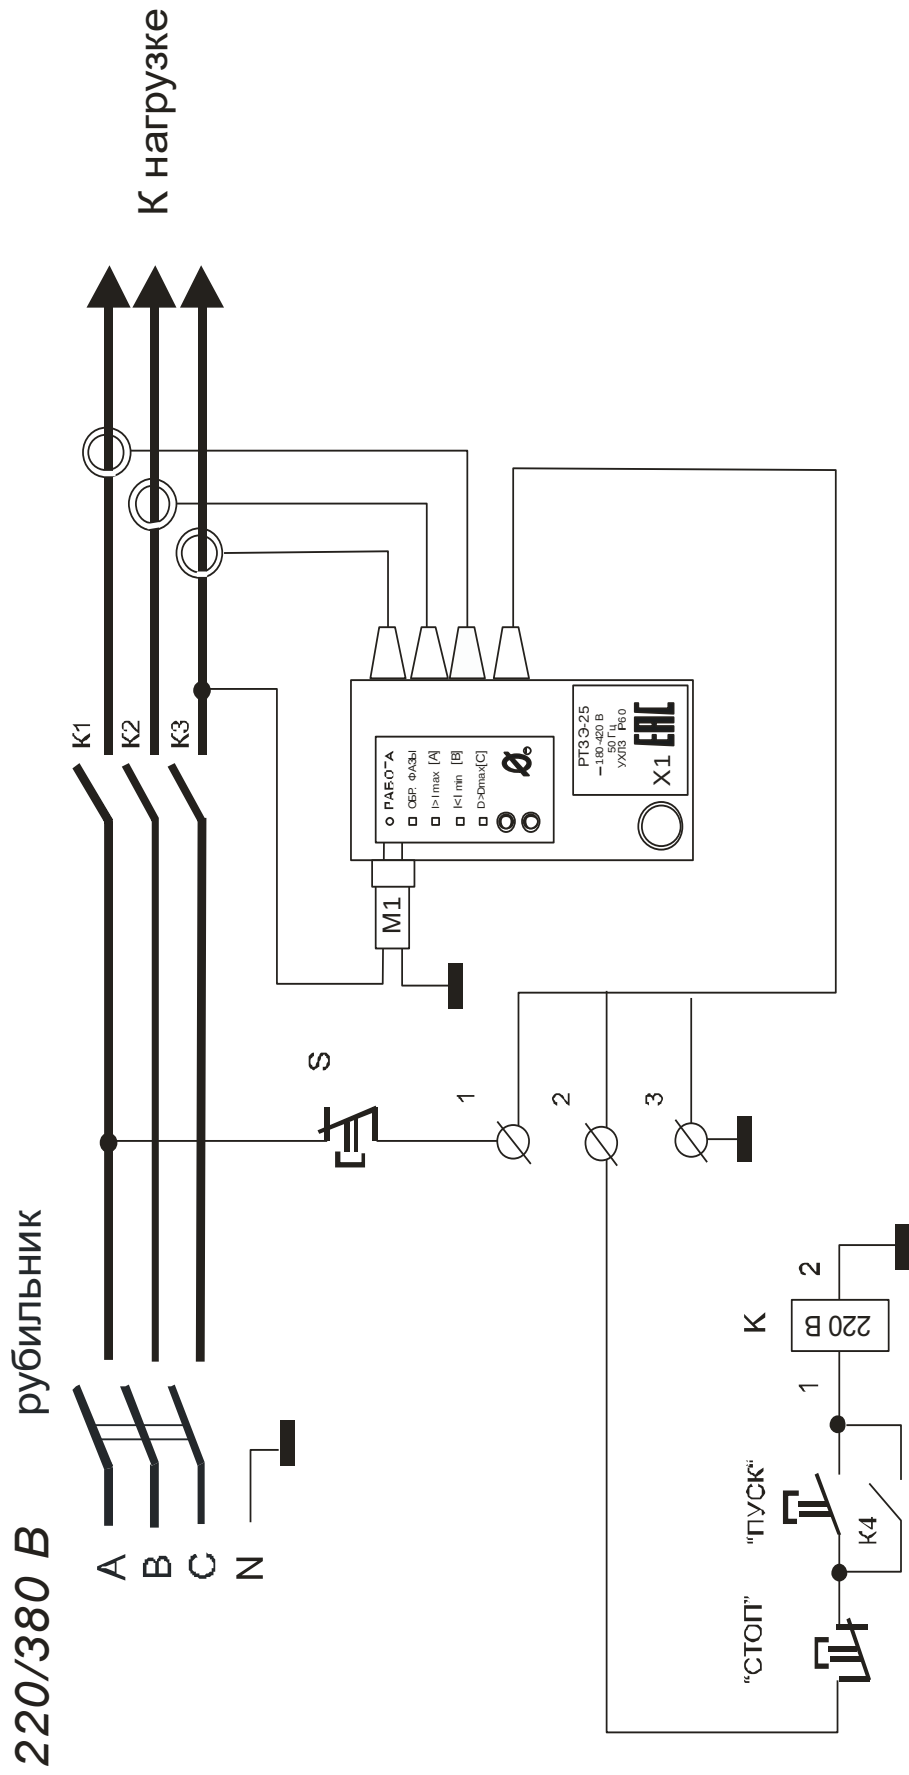

Рисунок 2 - подключение реле модификаций РТЗЭ, РТЗЭ-С в схему управления контактора с предотвращением самозапуска при восстановлении питания (вариант 1)
6.2 Подключение реле производится в соответствии со схемами рис.2. - рис.5.